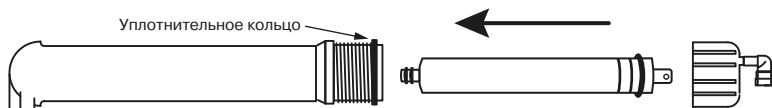

Рис. 16
1. Установите префильтр(ы). Первый префильтр (маркировка на колбе PREFILTER) уже установлен во всех моделях. В во вторую колбу (маркировка CARBON) установите угольный картридж. В третью ступень (SEDIMENT) установите механический префильтр. Картриджи, соответствующие ступеням очистки для каждой модели фильтров, перечислены в таблице на стр. 18 . Для установки картриджа необходимо раскрутить колбу при помощи ключа (10). Аккуратно снимите защитную пленку с картриджа и установите его в колбу. Обратите внимание на маркировку “THIS END NEXT TO VESSEL THREADS“ на верхней крышке картриджа или на указания на этикетке. Закрутите колбу вручную, без применения ключа, не прикладывая чрезмерных усилий.
2. Установите мембрану. Для этого отсоедините трубку (H) от быстроразъемного коннектора крышки мембраны. Открутите крышку колбы мембраны (маркировка MEMBRANE). Смажьте силиконовой смазкой резиновые уплотнения мембраны. Установите мембрану в корпус согласно **рис. 16**. Смажьте силиконовой смазкой уплотнение крышки колбы мембраны и аккуратно установите его на колбу. Закрутите крышку колбы мембраны и пристыкуйте трубку (H). Следите, чтобы уплотнительное кольцо крышки колбы было установлено на колбе без перекосов.